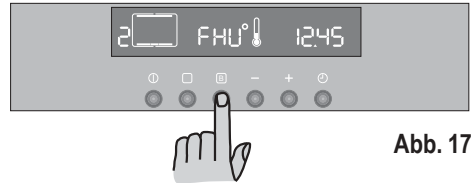

Abb. 17
- 4) Drücken Sie die Taste **(B)**. Die Schrift "FHU" erscheint auf dem Display (Abb. 17).